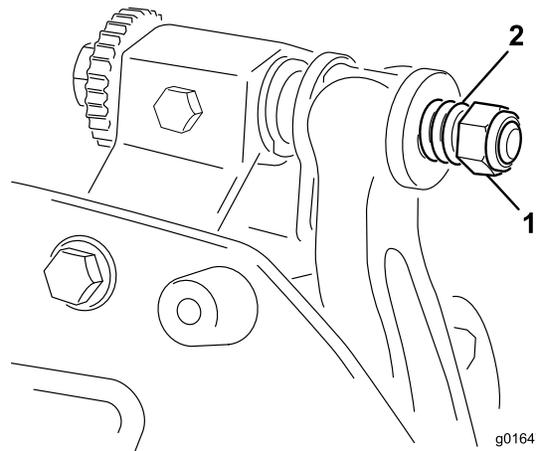

图 26
6. 旋紧弹簧加压螺母直到弹簧完全压紧然后往回松开 1/2 圈图 26。